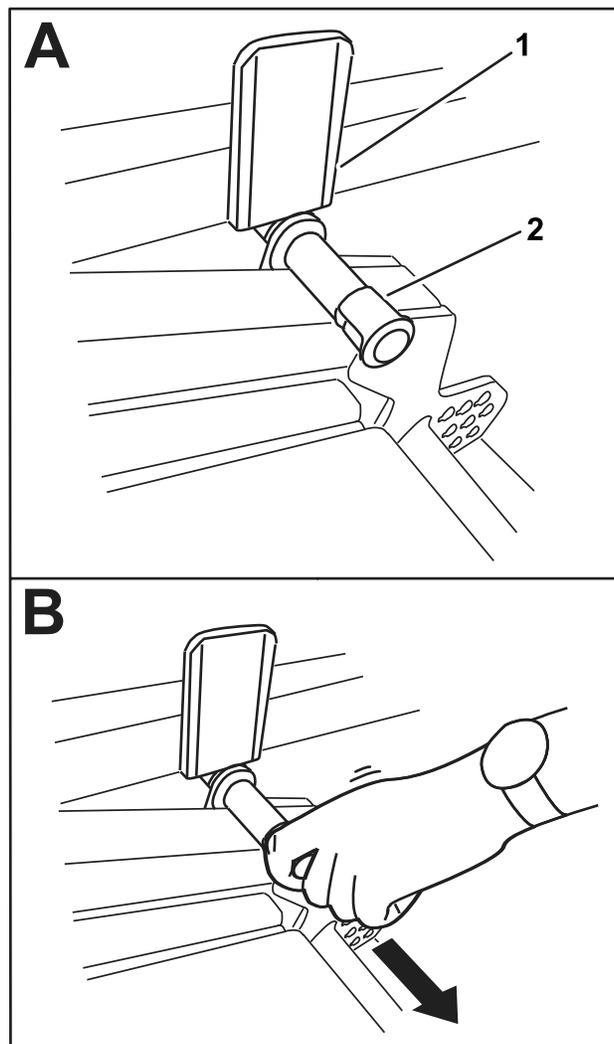

Рисунок 39
2. Медленно поверните режущий блок вниз до контакта штифта с пластиной подъемного рычага (А на Рисунок 39).
3. Нажмите ногой вниз на режущий блок и затем выньте штифт (В на Рисунок 39), чтобы режущий блок мог установиться в положение TRANSPORT (ТРАНСПОРТИРОВКА).